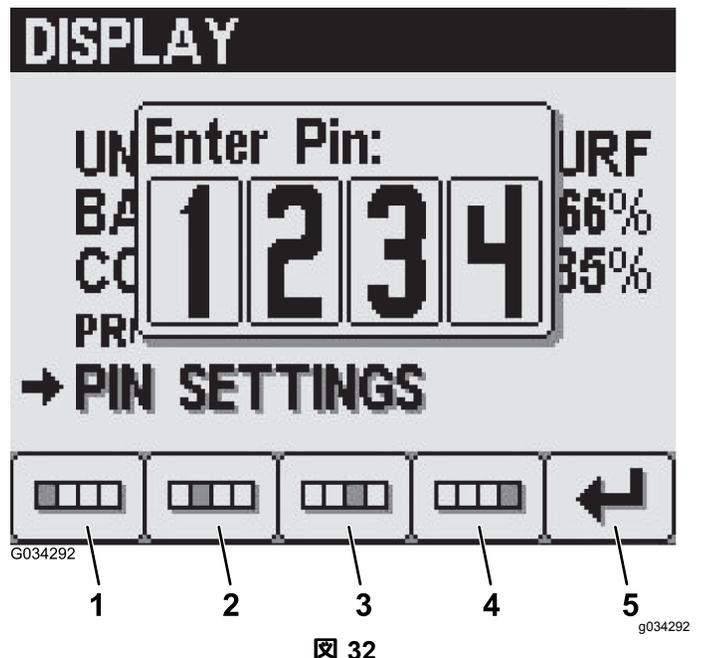

図 32
- ボタン 14 を使って 4 けたの PIN を入力し、入力が完了したらボタン 5 で確定する 図 32。
2. ボタン 14 を使って 4けたの PIN を入力し、入力が完了したらボタン 5 で確定する 図 32。
4. 古いPIN を入力Enter Old PIN という画面で、ボタン 14 を使って現在の 4けたの PIN を入力し、入力が完了したらボタン 5 で確定する 図 32。